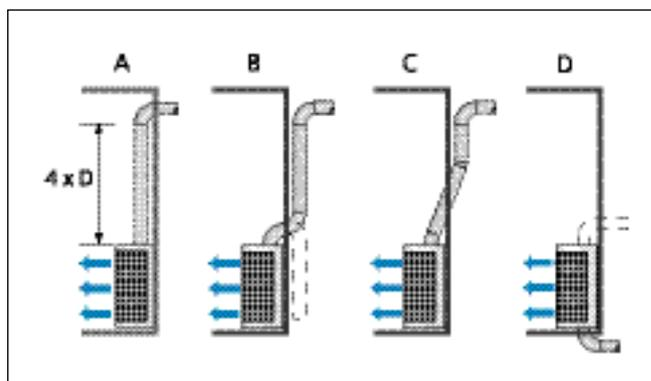

Рис. 3. Пример влияния разных вариантов присоединения воздуховода к диффузору на уровень шума
Поворотными форсунками VARIZON®, расположенными за лицевой панелью диффузора, можно менять картину распределения воздуха/зоны влияния, не меняя расход воздуха, перепад давления или уровень шума. Такое гибкое решение упрощает внесение изменений в планировку помещения, расстановку мебели и проч. Диффузор размещается в любом месте помещения либо вдоль стены (тогда нужно выбрать 3-стороннее распределение воздуха). ВАЖНО! Диаграммы выбора действительны для помещений с эквивалентной 150 м2 площадью звукопоглощения, что означает высокую впускную скорость диффузора. Важно также учитывать правильное, без создания дополнительного шума, подключение диффузора к воздуховодам (см. рис.3).
- Диаграмма относится к помещениям с эквивалентной 150 м2 площадью звукопоглощения и на расстоянии 2 м от диффузора. Отрезок присоединяемого воздуховода - прямой, без помех. См. рис.3 для корректировки уровня шума.